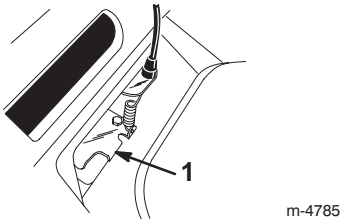

Bild 25
5. Ziehen Sie die Riemenführungsnase so weit nach unten, dass sie den Rasenmäher berührt. Halten Sie sie dann dort fest (Bild 25).